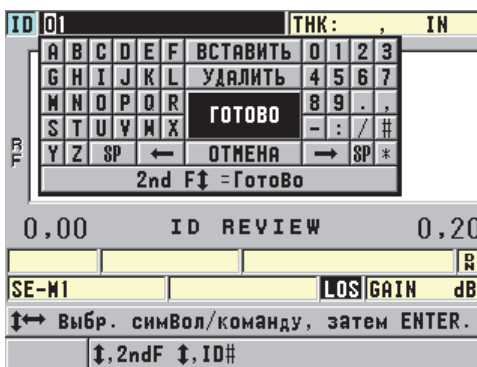

Рис. 6-37 Режим редактирования ИД #
4. Повторно нажмите **[2nd F]**, **[FILE]** (**ID#**), затем отредактируйте значение ИД (см. Рис. 6-37 на стр. 135).